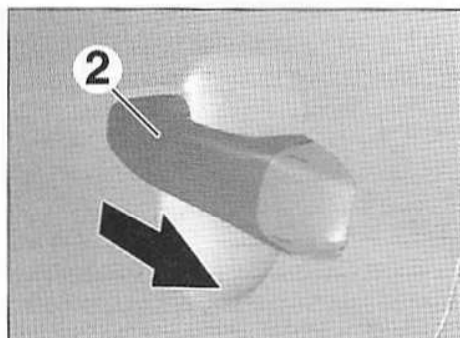

FIG.86
- Extraire et déposer la poignée de porte (2) (Fig.86).